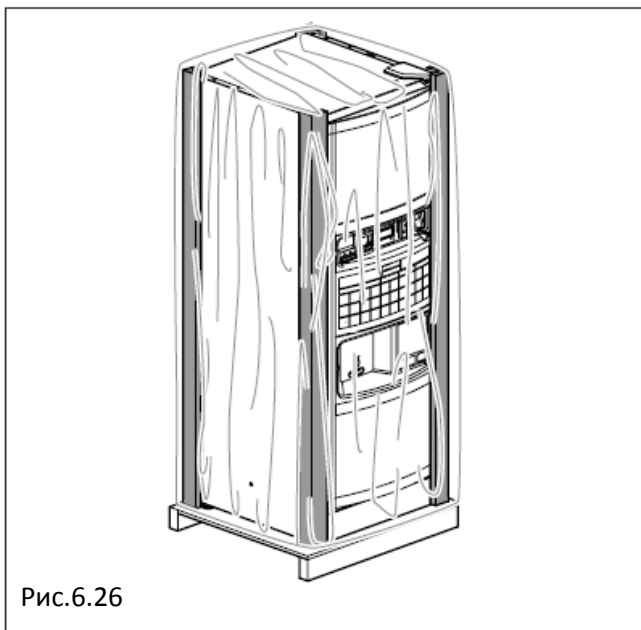

Рис.6.26
- Защитите внешние стенки автомата с помощью полиэтиленовой пленки или мешка (Рис. 6.26)